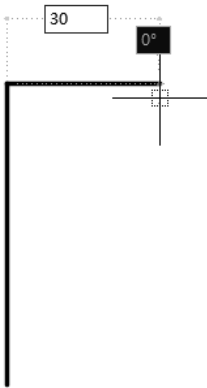

图 3-34 引出 0° 正交追踪线
指定下一点或 [放弃 (U)]: <code>30</code> ✓	// 向右移动光标, 引出 0° 正交追踪线, 如图 3-34 所示, 输入 30, 定位第 3 点